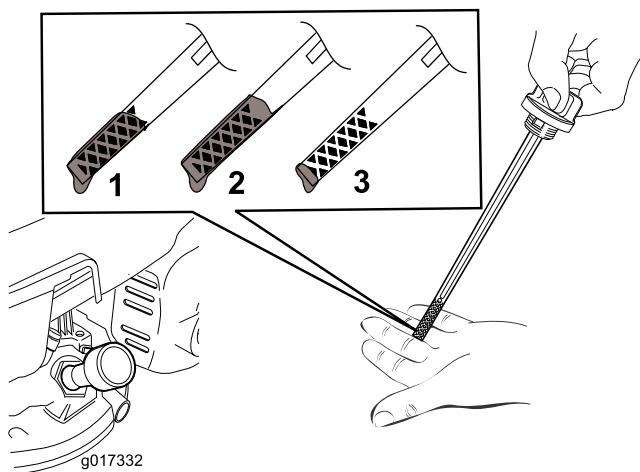

Рисунок 12
5. Для того, чтобы правильно определить уровень масла на масломерном щупе, см. Рисунок 12.
Примечание: Заливайте масло в картер двигателя до тех пор, пока масломерный щуп не покажет, что достигнут нужный уровень масла в двигателе, как показано на Рисунок 12. В случае перелива слейте некоторое количество масла из двигателя, как описано в разделе «Замена моторного масла».